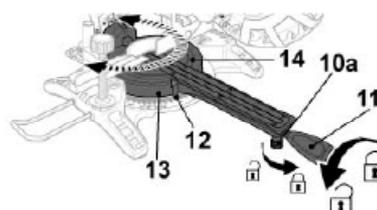

Fig. 39
- > Dévissez le boulon de soutien [10a] à l'aide d'une clé de 17 mm. Desserrez la poignée de verrouillage de la table [11]. Tournez la table [14] jusqu'à ce que le pointeur [12] indique 0° sur l'échelle d'onglet [13]. Resserrez la poignée de verrouillage [11]. Resserrez le boulon de soutien (10a) (Fig. 39).